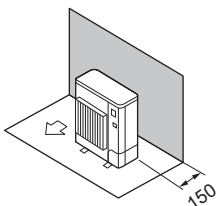

Fig. 2-7
- (1) Obstáculos apenas na parte de trás (Fig. 2-7)